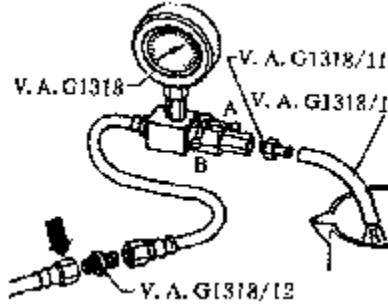

图 4-183 连接压力表
(2) 如图 4-183 所示, 将压力表 V.A.G1318 及管接头 1318/12 连接到进油管上(箭头)。将软管推到压力表上的管接头 V.A.G1318/11, 并将软管出口罩于一量杯内。
(3) 如图 4-183 所示, 打开压力表的开关手柄, 手柄指向流动方向 A。操纵遥控器 V.A.G1348/3A, 慢慢关闭手柄(指向位置 B), 直至压力表显示 $4 \times 10^2 \text{kPa}$ 压力为止(自该点不可再移动手柄)。